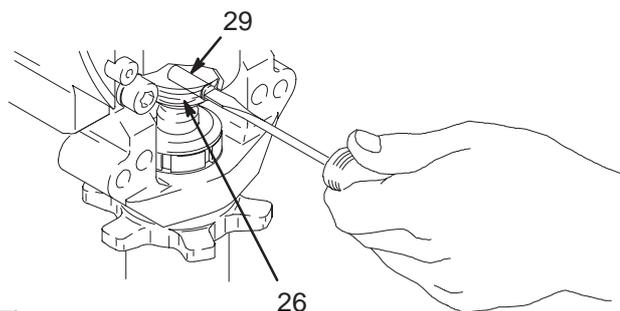

Fig. 1 7675B
- Para los modelos Hi-Boy;** quite los clips de resorte (32) y la manguera de drenaje (54). Desenrosque el tubo de aspiración (30) de la bomba, sujetando con una llave la válvula de admisión (A) para evitar que la bomba se afloje. **Para los modelos Lo-Boy;** desenrosque la unión giratoria (30aa) de la bomba.
- Desconecte la manguera de salida de la bomba (33) del racor de salida de la base de bomba (62).
- Fig. 1. Empuje con un destornillador el resorte de retención (26) para sacarlo por la parte superior de la bomba. Extraiga el pasador (29).